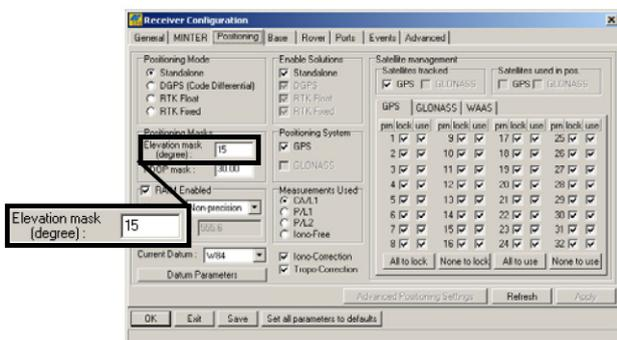

Figura 3-11. Configurazione del posizionamento del ricevitore - Elevation Mask
8. Fare clic sulla scheda *Positioning* e impostare *Elevation mask* su 15 (Figura 3-11), quindi fare clic su **Apply**.